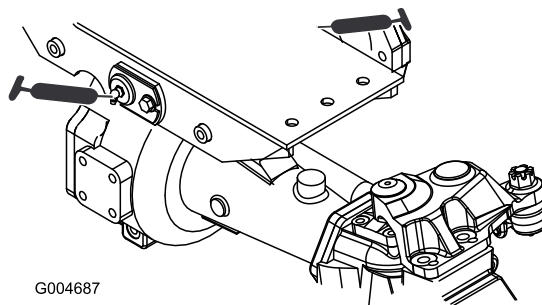

Рисунок 39
- Втулки шарниров переднего и заднего моста (2 шт.) (Рисунок 39)